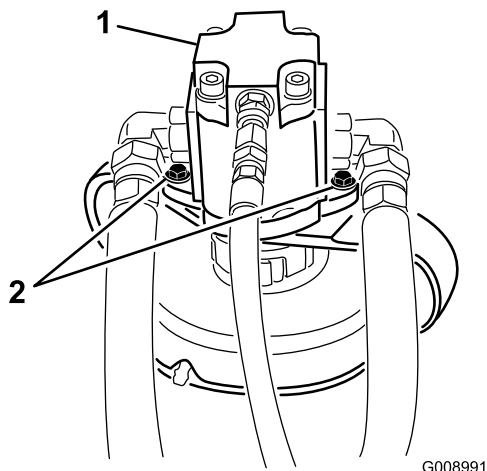

Bild 83
- Entfernen Sie die Schrauben, mit denen der Hydraulikmotor am Mähwerk befestigt ist (Bild 83). Heben Sie den Motor vom Mähwerk ab und legen ihn auf die Oberseite des Mähwerks.